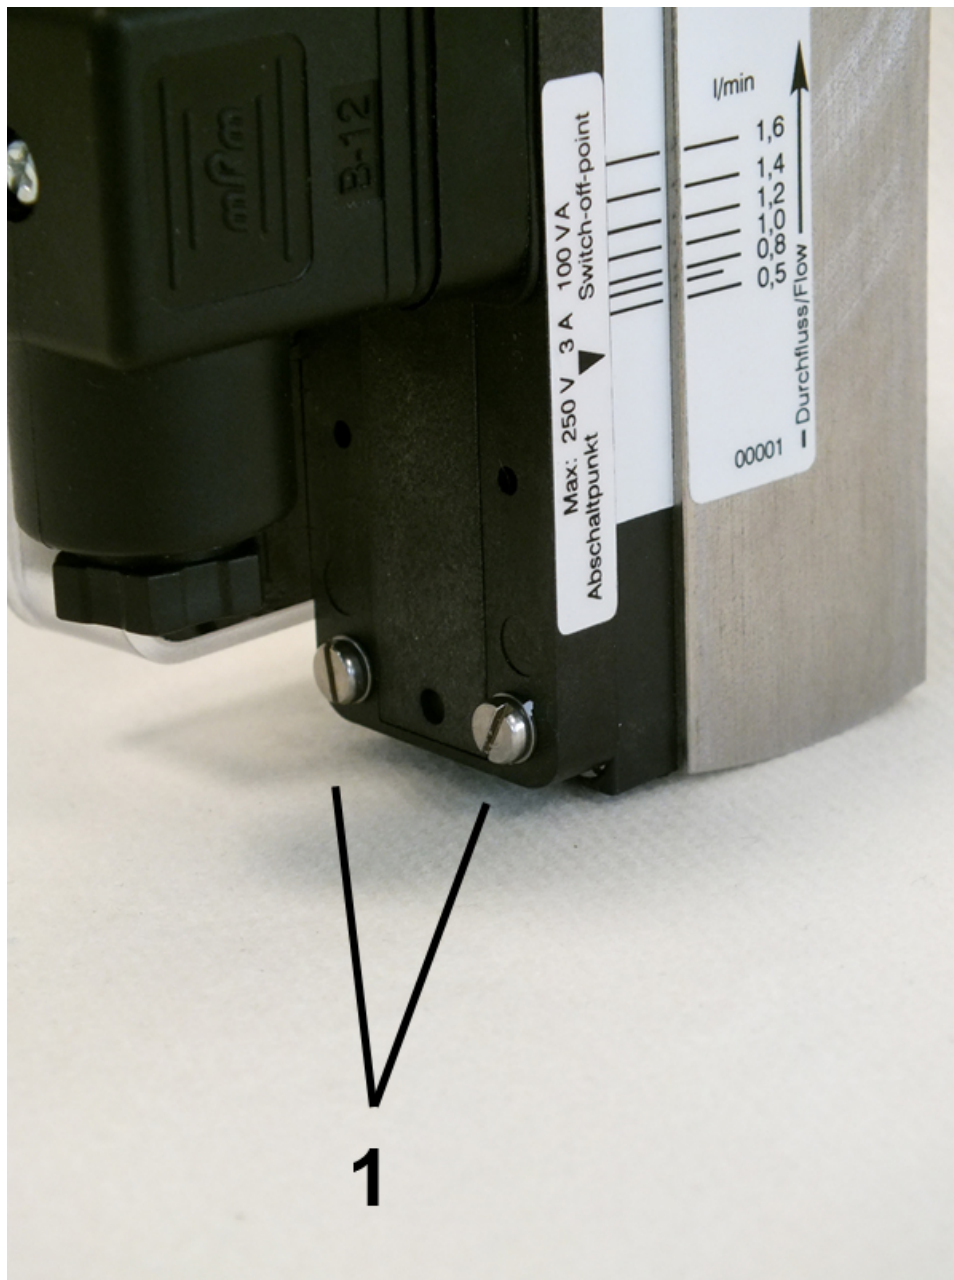

Abb. 25: Feststellschrauben lösen
1. Die Feststellschrauben des Schaltkontaktes (Abb. 25/1) mit einem Schlitzschraubendreher lösen.
3. Feststellschrauben des Schaltkontaktes (Abb. 25/1) mit einem Schlitzschraubenzieher wieder anziehen. Dabei Schrauben-Anziehdrehmoment beachten.